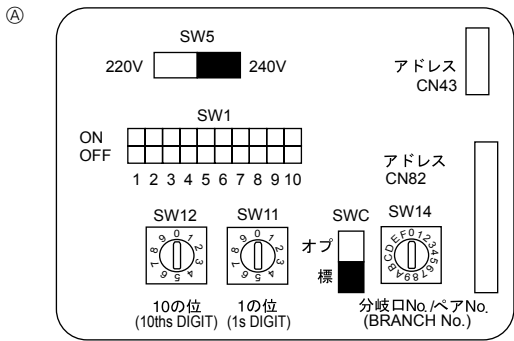

Fig. 4-4
4.5. Configuración de las direcciones (Fig. 4-4)
- ④ Tablero de direcciones
4.6. Captar la temperatura de la sala con el sensor incorporado en el mando a distancia (Fig. 4-4)